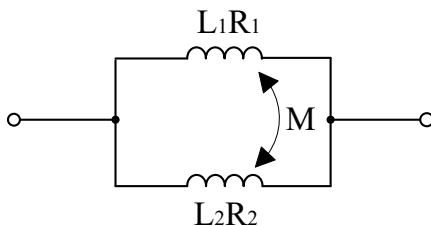

Рис.36
4.13. Задача. Определить ток каждой катушки и общий ток(рис.36):